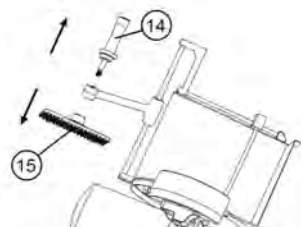

FIG 7. DESENSAMBLE DE PERILLA DE PISÓN
1. Sostenga el pisón (15) y gire la perilla del pisón (14) en contra de las manecillas del reloj (Ver Fig. 7).